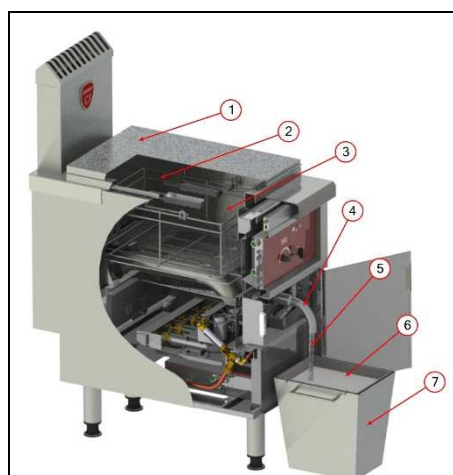

Fig. 2.
- Vérifier que le branchement électrique connecté à la pompe de filtration. (Fig.2)
- Vérifier le bon raccordement du coupleur (Fig.2) à la nourrice. (Fig.3).